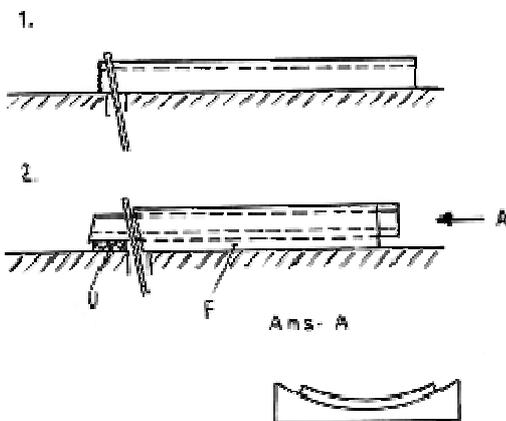

Abb. 16: Faßdaube, Schnitt 1 und 2.
3. Zum Sägen der Dauben bleibt die Sägestellung auf 11 Grad 15 Minuten. Der Queranschlag wird auf 90 Grad eingestellt. Der Trick mit dem je Schritt ein Stück" läßt sich hier wegen der Biegung nicht durchführen. Also werden hier zwei Schnitte pro Werkstück ausgeführt: Schnitt 1: erste Seite anschneiden; Schnitt 2: Wenden, Werkstück auf Führungsstück vorschieben bis zum Anschlag mit dem Maß 2 mm (Abb. 16). Das Führungsstück wird aus dem Abfallstück der Formvorrichtung zurechtgeschnitten. Wäh-